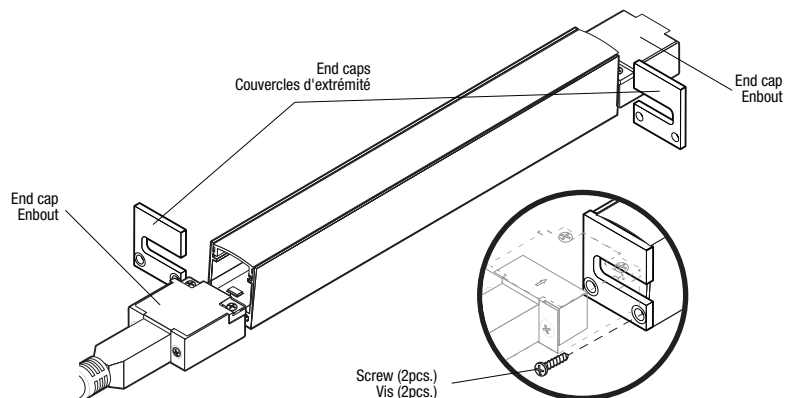

Fig. 6.3
4. Screw on end aluminum caps (Fig. 6.3).
4. Visser les couvercles en aluminium d'extrémité (Fig. 6.3).